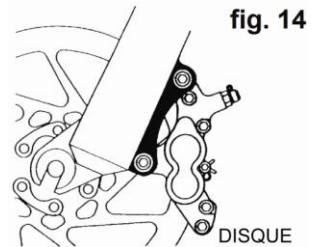

fig. 15
3. Certains freins de vélo, notamment les freins à disque (fig. 14) et à traction linéaire (fig. 15), sont extrêmement puissants. Soyez extrêmement prudent, familiarisez-vous avec ces freins et utilisez-les avec discernement.